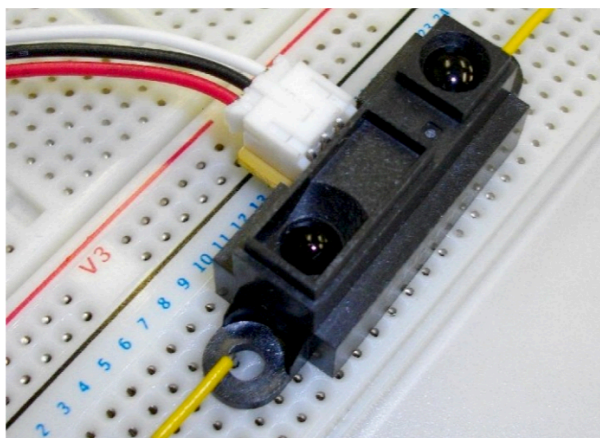

図 1: 距離センサ
1.1 図 1 の電子部品（距離センサ GP2Y0A21YK0F）を次のような点から調べなさい。